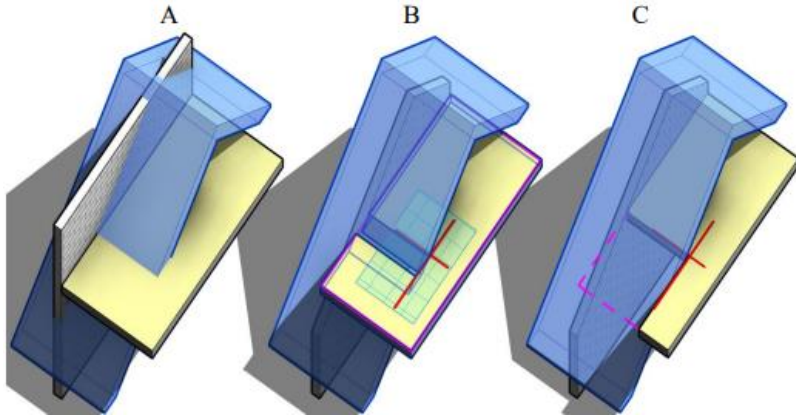

Рисунок 12.7 – «Уривок» (Підрізка) виступають фрагментів
Досить часто при побудові даху є виступаючі назовні фрагменти стін, колон, плит підлоги і стелі (рис. 12.7 А).
Команда «Приєднати Верх» (контекстна панель). Застосовується для підчищення перетину з дахом стін і колон (рис. 12.7 В).
- 1) на «3D-вигляді» використовувати команду «Приєднати елементи геометрії» (вкладка «Змінити», панель «Геометрія»). Спочатку вибирається дах, потім виступає плита. «Вирізає» з плити ділянку, через який проходить дах (рис. 12.7 А → В);
- 2) встановити поточну робочу площину на поверхню плити. Команда «Модель в лініях» (вкладка «Архітектура», панель «Модель»). У режимі «Вибрати лінії» позначити межі вирізаного ділянки плити (рис. 12.7 В);
3)  викликати команду «Редагувати кордон». В цьому режимі «вирізаний» дахом ділянку плити в 3D-моделі не відображається, тому при побудові нових кордонів прив'язується до нанесеним раніше «лініях моделі» (рис. 12.7 С).